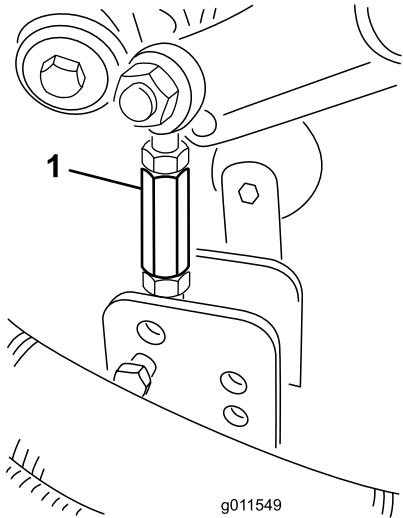

Figure 30
- Enlevez les goupilles fendues et les axes de chape qui fixent les biellettes d'amortisseurs aux supports du plateau de coupe (Figure 30).